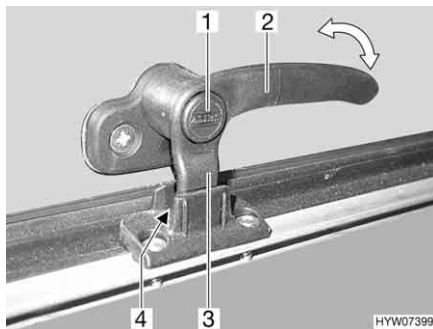
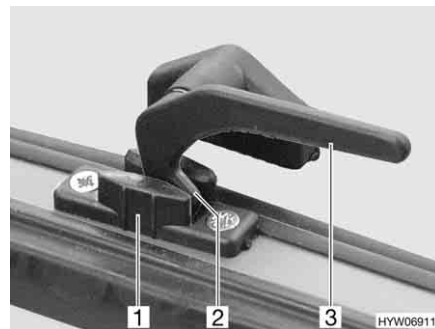

Fig. 90 Palanca de bloqueo con botón de seguridad en la posición de "ventilación continua"
Fig. 91 Palanca de bloqueo en la posición de "ventilación continua"
- En la posición "ventilación continua" (Fig. 90 y Fig. 91)
- Si existe, pulsar el botón de seguridad (Fig. 90,1) y mantenerlo pulsado.
- Girar todas las palanca de bloqueo (Fig. 90,2 ó Fig. 91,3) un cuarto de vuelta hacia el centro de la claraboya.
- Girar de nuevo hacia atrás las palancas de bloqueo. En esto, introducir el saliente de bloqueo (Fig. 90,3 ó Fig. 91,2) en el rebaje del bloqueo de la claraboya (Fig. 90,4 ó Fig. 91,1).